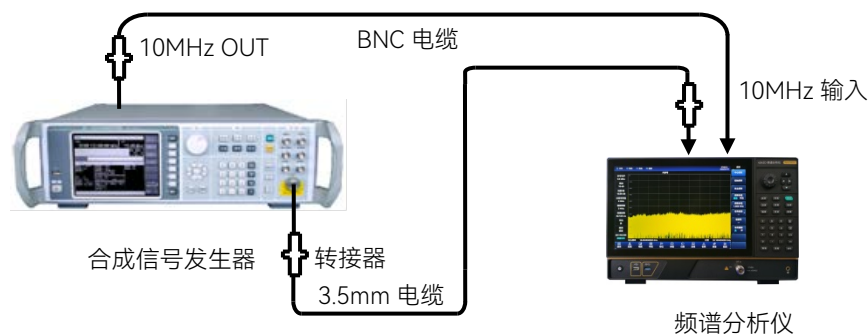

图 15.17 输入衰减器转换不确定度测试设置
- 1) 按图 15.17 连接测试设备，合成信号发生器 1464 为频谱分析仪提供频率参考；